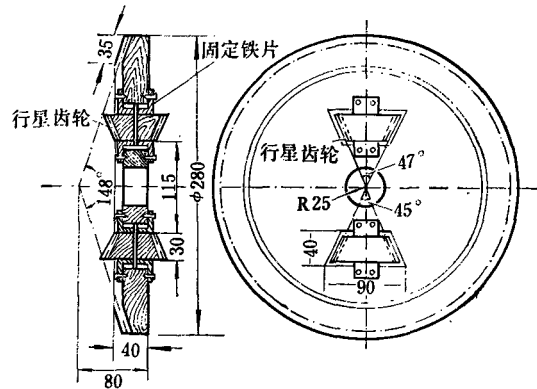

图16 大从动圆锥齿轮及行星齿轮
2. 大从动圆锥齿轮及行星齿轮 用厚40毫米的木板做一个直径280毫米的圆,然后再做成一个节锥角 $\varphi = 148^\circ$ 、齿数 $Z = 36$ 的圆锥齿轮,如图16所示。将同侧没有齿的部分,挖去8毫米深的一层,再按图中所示位置和尺寸,挖两个等腰梯形孔。两梯形短边相距110毫米,长边相距190毫米。每个梯形底边中心各挖一个长槽,以便装入行星齿轮轴。在大圆锥齿轮的中心挖一个直径50毫米的圆孔,以备嵌入轴承。